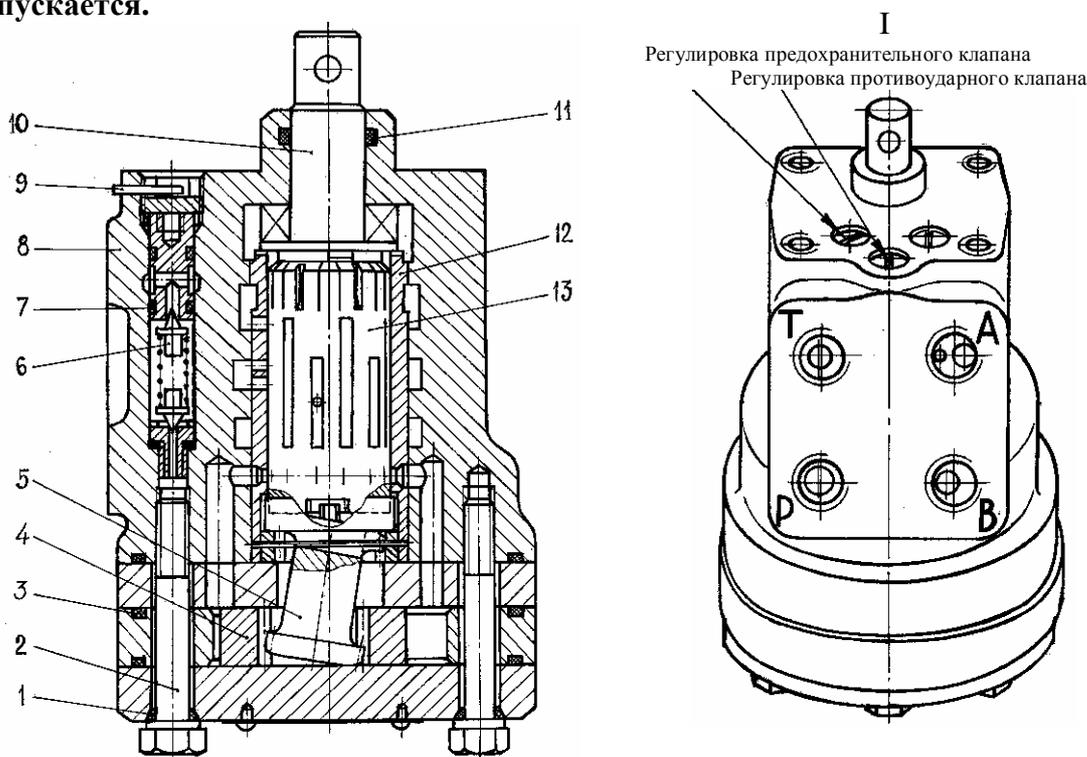

Рис. 50 Гидравлический рулевой механизм
9. ГИДРАВЛИЧЕСКИЙ РУЛЕВОЙ МЕХАНИЗМ (рис. 50)